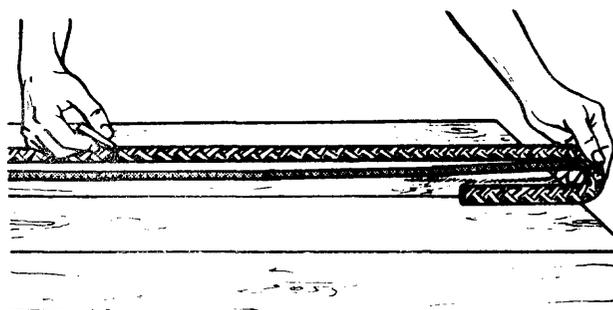

Fig. 3
- 3º paso *Mida sobre la cabilla la longitud del primer doblado que determina la medida del brazo (fig. 3).*